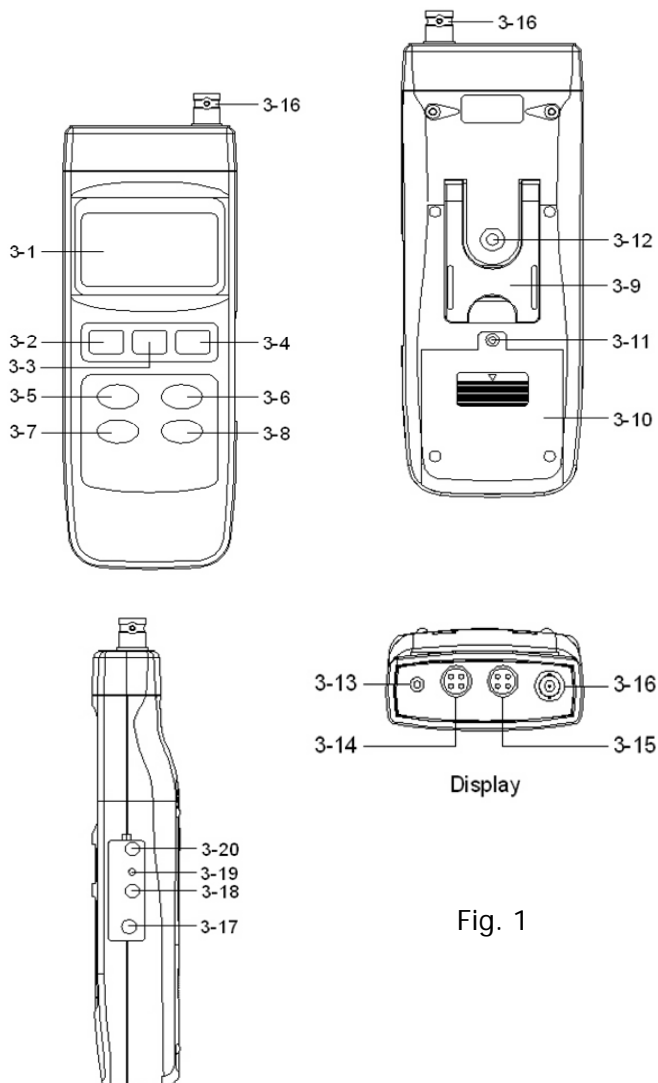

Fig. 1
- 4.1.1. Instale la sonda de Ph (Fig. 2) en el conector BNC correspondiente (Fig. 1, 3-16)
- 4.1.2. Encienda el medidor presionando la tecla Power (Fig. 1, 3-2)
Presionando la tecla Mode (Fig. 1, 3-5) una vez cambia la indicación de la pantalla de "PH" a "Manual Temp."
- 4.2.1. El procedimiento es el mismo que para la medida sin ATC, pero habiendo conectando previamente la sonda de temperatura en el conector (Fig. 1, 3-13) e introduciendo la sonda de temperatura en la disolución.
- 4.3.1. Instale la sonda de Ph (Fig. 2) en el conector BNC correspondiente (Fig. 1, 3-16)
- 4.3.2. Encienda el medidor presionando la tecla Power (Fig. 1, 3-2)
- 4.3.6. Use los dos dedos para presionar los botones "REC" (3-4, Fig 1) y "HOLD" (3-3, Fig.1) a a la vez. La pantalla mostrará lo siguiente, entonces suelte los botones.
Si la solución patrón está en un valor intermedio (por ejemplo 7.01, 7.02...) use los botones "▲" (3-5, Fig. 1), "▼"(3-6, Fig. 1) para ajustar el valor de la pantalla exactamente a la de la solución de calibración de que disponga.
- 5.1.1. Instale la sonda de conductividad (Fig. 3) en el conector "CD IN" correspondiente (Fig. 1, 3-14)
- 5.1.2. Encienda el medidor presionando la tecla Power (Fig. 1, 3-2)
Presionado la tecla "Mode" (Fig. 1, 3-5) una vez cambia la indicación de la pantalla a "200uS" y el indicador "Auto Range".
1. Presione el botón "RANGE" (3.6, Fig.1) al menos 2 segundos hasta que la pantalla muestre la indicación "Manual Range".
Si la sonda no está sumergida en la solución a medir y la pantalla muestra un valor superior a 1 uS , presione el botón "Zero" (3-5, Fig. 1) para ajustar a cero el medidor.
- 5.3.2. Instale la sonda de conductividad (5-1, Fig. 3) en el conector "CD IN" correspondiente (Fig. 1, 3-14).
5.3.5. Use los dos dedos para presionar los botones “REC” (3-4, Fig 1) y “HOLD” (3-3, Fig.1) a la vez. La pantalla mostrará lo siguiente, entonces suelte los botones.